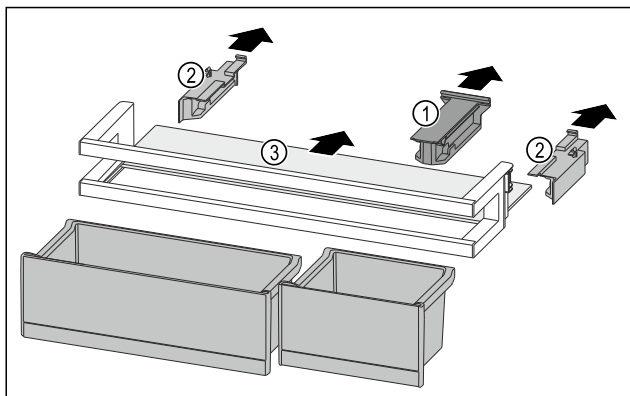

Fig. 232
- Halteteil Fig. 232 (1) abziehen.
- Seitenteile Fig. 232 (2) abziehen.
- Abstellfläche Fig. 232 (3) entnehmen.